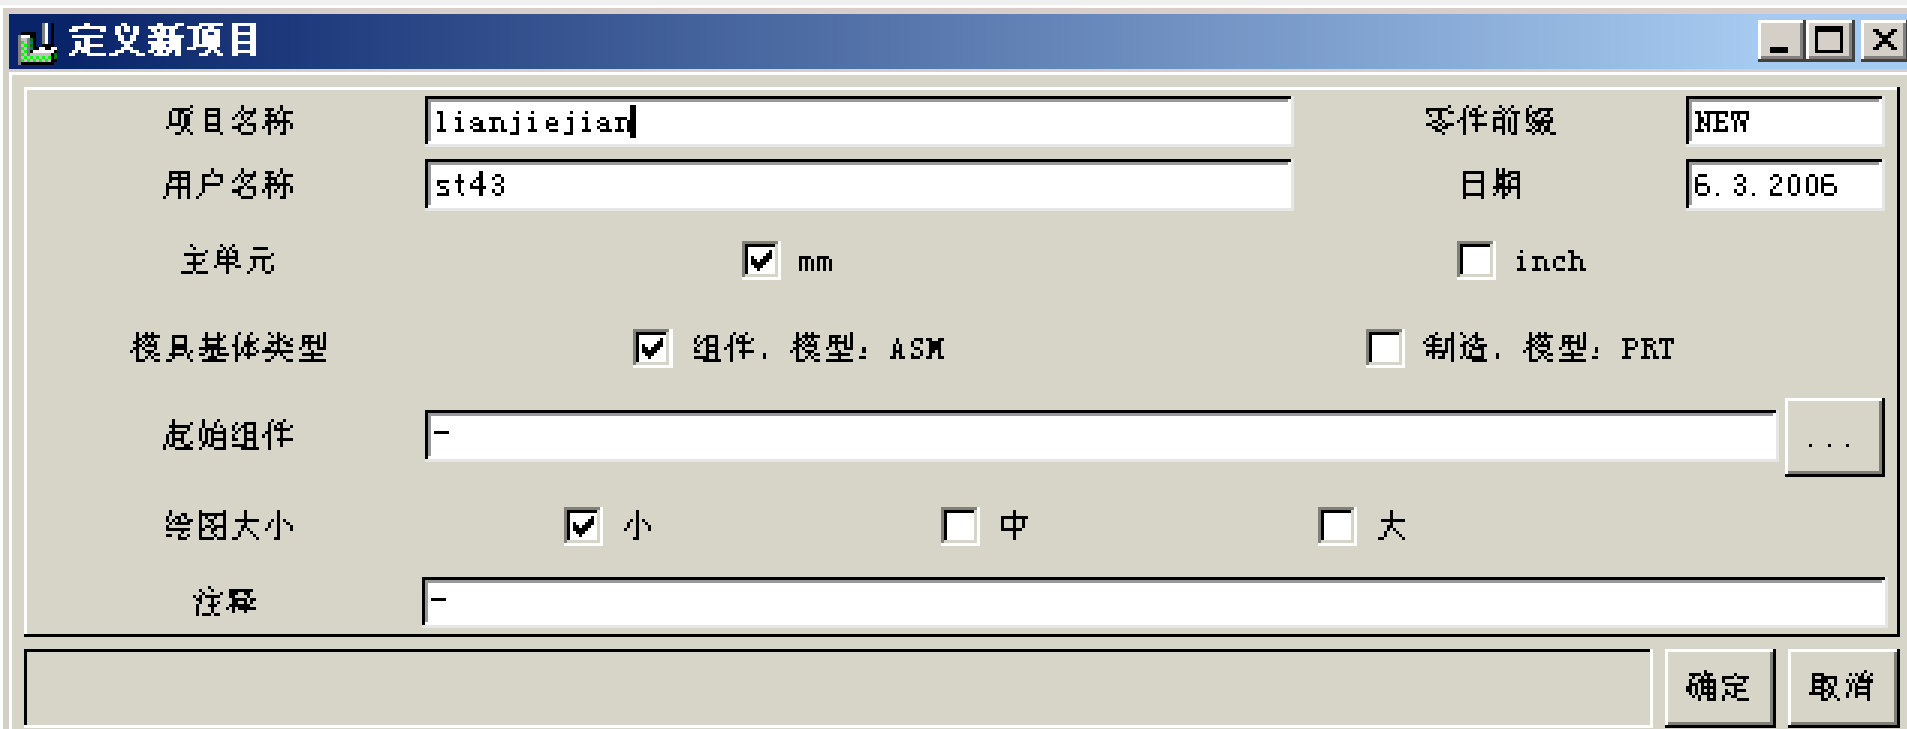

图14-2 【定义新项目】对话框
(1) 单击【EMX 4.1/项目/新建】命令或图标按钮，在弹出的【定义新项目】对话框中输入名称lianjiejian，【主单元】勾选【mm】，即完成了新项目的定义，如图14-2所示。